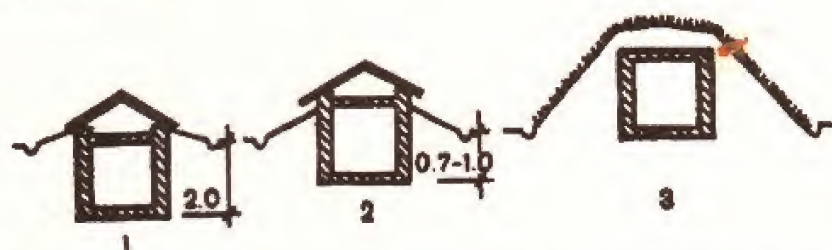

Рис.1. Схеми основних типів погребів: 1 - заглиблений; 2 - напівзаглиблений; 3 - наземний.
Є багато різновидів кахельних печей. Але їх завжди будують на міцному мурованому фундаменті 1 (рис.1).
**П**огреби мають три модифікації: повністю заглиблений, напівзаглиблений і наземний (рис.1). Модифікацію погреба визначають на підставі гідрогеологічних умов ділянки. Вибираючи його конструкцію, виходять з наявності місця на ділянці, потреби в корисній площі сховища, забезпеченості доступними будівельними матеріалами.